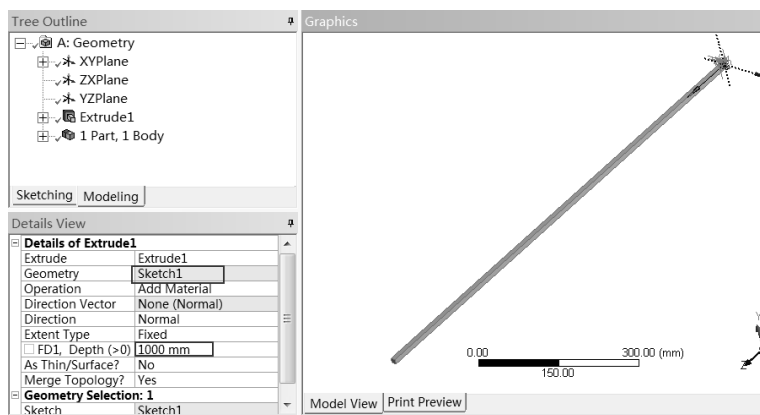

图 10-9 生成实体
Step7: 单击工具栏中的 Extrude 按钮生成实体, 如图 10-9 所示, 在 Details View 面板中做如下设置。